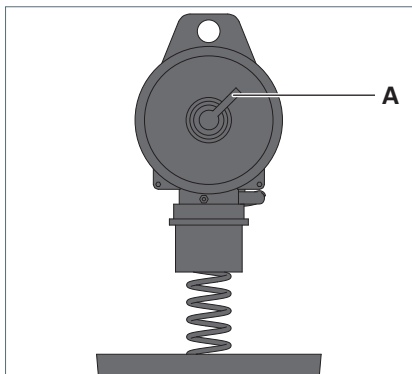

Fig. 10: Federstärke der Zugpendel einstellen.
- ▶ Stellen Sie die Federstärke der Zugpendel am Drehgriff **A** der Kabelrolle so ein, dass Sie die Leuchte bequem in der Höhe einstellen können, siehe Fig. 10.